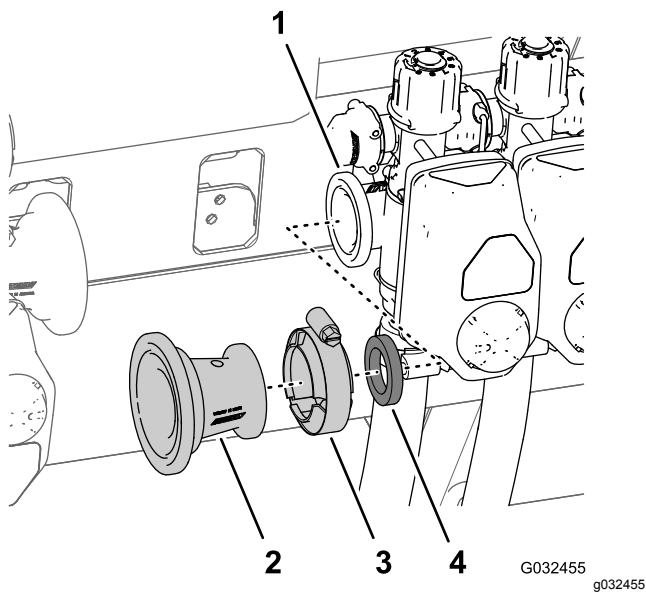

Figure 35
- C. Déposez le collier de 76 mm qui fixe le raccord adaptateur et le joint ($2\frac{1}{4}$ ") à la bride de la vanne de section de rampe gauche, et déposez l'adaptateur, le collier et le joint de la machine (Figure 35).